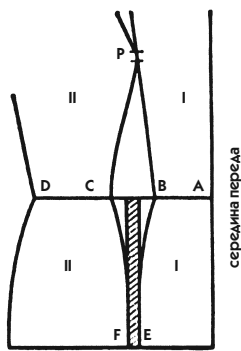

Рис. 67
2. **Верхняя часть вытачки на лифе.** От точки Р проведите первую прямую линию вытачки, соединяя ее с исправлением, отмеченным на талии (точка В на рис. 67).
- Проведите вторую линию вытачки такой, какая она есть: в зависимости от телосложения она может быть прямой или изогнутой, как в нашем примере. Линия пойдет от конечной точки вытачки, расположенной чуть ниже точки Р, до точки С, как это показано на рис. 67.
3. **Нижняя часть вытачки на юбке.** Проведите линии вытачки такими, какие они есть, но слегка подправив линии исправления, чтобы получить такую же небольшую кривизну. Распах между линиями вытачки ограничен двумя прямыми, параллельными срединной линии переда и отходящими от линии талии вниз (заштрихованный участок на рис. 67).
1. *Для изделия, не отрезного по талии* (рис. 67). От точки Р проведите обе линии вытачки до точек С и В на талии, затем продолжите их до линии бедер к точкам Е и F.
- Скопируйте маленький чертеж с рис. 67, разрежьте его по линии талии.
- Сравните рис. 67 и 68 и вы убедитесь, что длина линий АВ и CD одинакова.